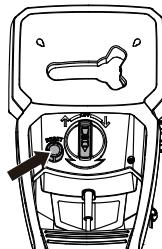

Figura 11
Protezione da sovraccarico (Figura 11)
Ruotare l'interruttore di accensione e spegnimento (12) nella posizione centrale "OFF" e premere il pulsante di ripristino (10) come mostrato nella figura 11. Se necessario, rimuovere gli intasamenti. Riaccendere il trituratore.